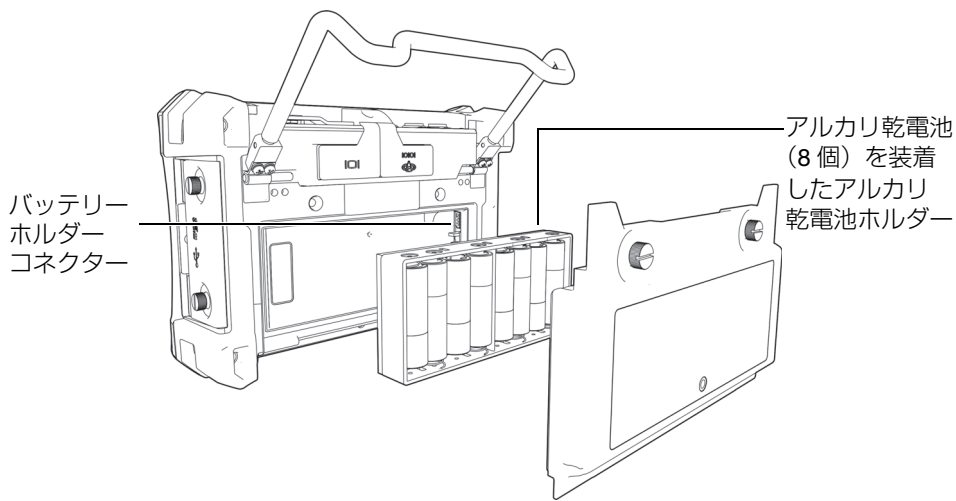

図 1-12 アルカリ乾電池ホルダー
6. アルカリ乾電池ホルダーをバッテリー収納部内に置きます (36 ページ図 1-12 参照)。